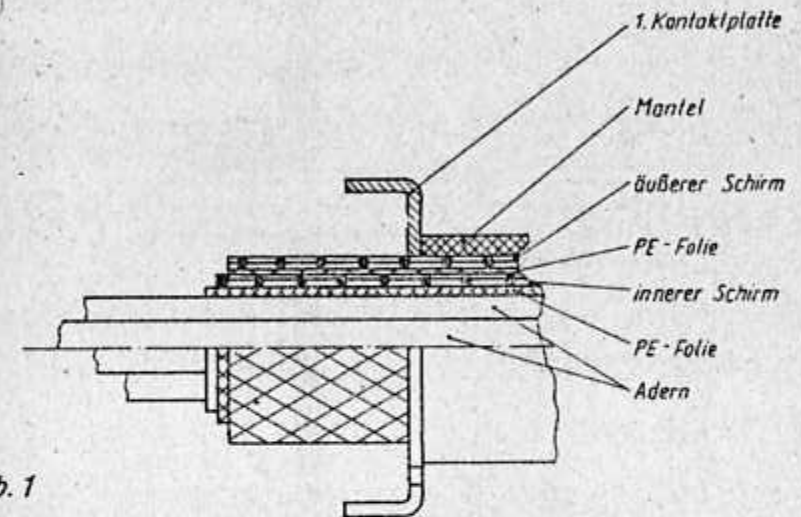

Abb. 1
(Auf Abb. 1 entfällt dann der äußere Schirm und die PE-Folie zwischen Mantel und innerem Schirm. Entsprechendes gilt für die Abbildungen 2 bis 4.)
- 1.1. Auf das vorbereitete Kabelende ist bis an den Mantel eine Kontaktplatte (Abb. 5) derart zu schieben, daß ihre Leppen in die Steckverbinder-Richtung zeigen (Abb. 1).